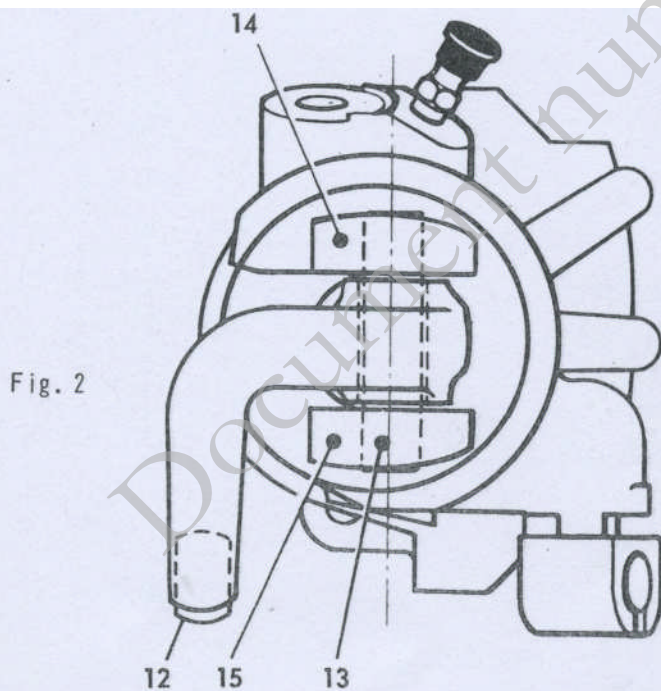

Fig. 2
La poussée doit obligatoirement se faire sur l'extrémité de l'axe 13 près de l'oreille supérieure (14 - Fig. 2) côté vis de purge de l'étrier.
En effet le \emptyset de perçage du palier (14 - Fig.2) côté purge est plus **faible** que le \emptyset de perçage du palier inférieur (15 - Fig.2 côté butée de gaine.
- 19)- Engager l'axe 13 dans le palier inférieur 15 côté butée de gaine de l'étrier (voir Fig. 2),